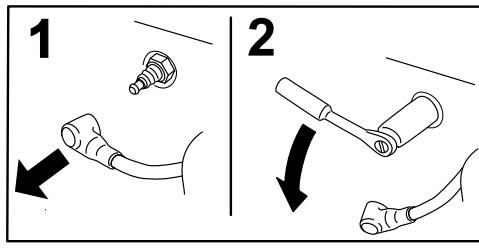

Figure 17
- Déposez la bougie, comme montré à la Figure 17.